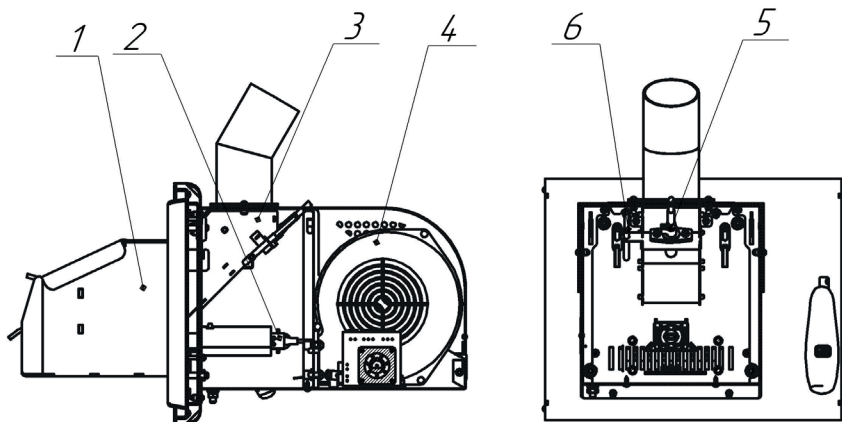

Рисунок 2 - Горелочное устройство
Горелочное устройство (Рис. 2) состоит из жаровни (1), в которой происходит автоматический розжиг и горение пеллет; ТЭНа розжига (2), который производит розжиг пеллет; подающего лотка (3) с патрубком подачи, посредством которых происходит подача пеллет из бункера в жаровню; вентилятора (4), который в зависимости от заданных параметров, подает требуемое количество воздуха для горения пеллет; оптического датчика пламени (5), который предназначен для определения наличия пламени в жаровне; датчика температуры лотка (датчик температуры шнека подачи) (6), контролирующего температуру в корпусе горелочного устройства.